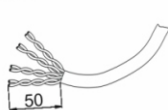

рис. 2
- Разместить провода (рис. 2) согласно таблицам подсоединения телефонных и компьютерных разъемов (таблицы 2).